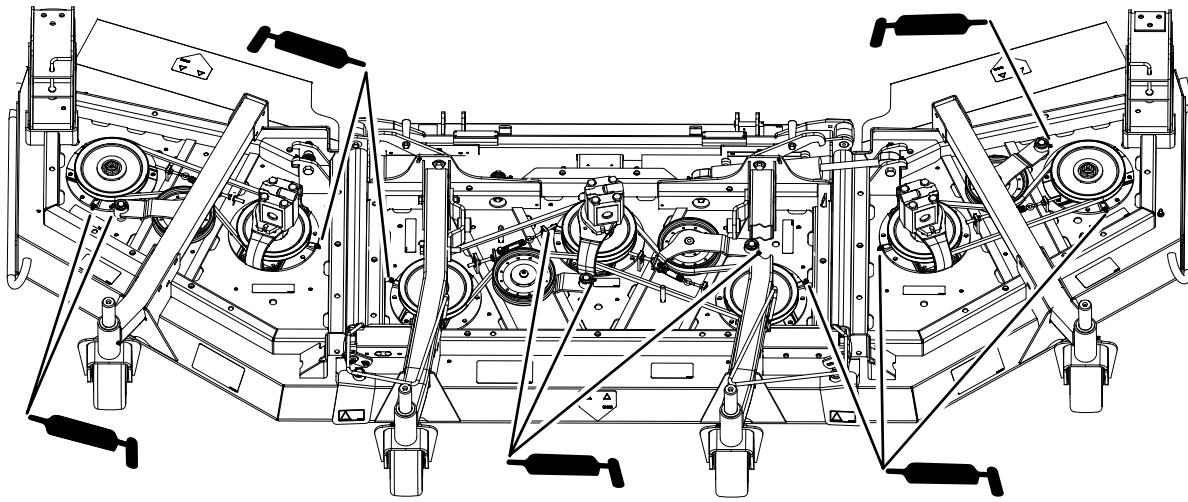

Figura 81
- Cojinetes de eje (3) (situados debajo de la polea (Figura 81).
- Casquillos del pivote del brazo tensor (2) (Figura 81)